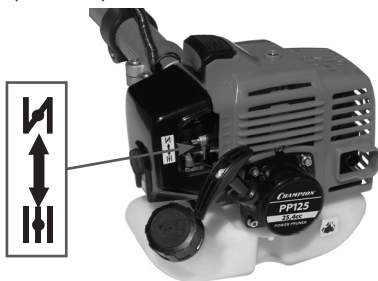

Рис. 14 Рычаг управления воздушной заслонкой карбюратора
5. Закройте воздушную заслонку карбюратора. Для этого установите рычаг управления воздушной заслонкой в верхнее положение (ЗАКРЫТО) (Рис. 14).